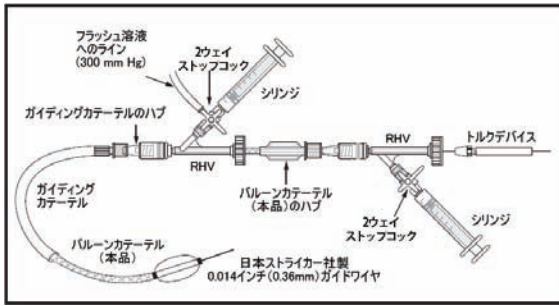

図1：持続的フラッシュ接続例
- 1) 製造販売元の添付文書に従い、適切なガイディングカテーテルを準備すること。標準的な手技に従い、適切な溶液により持続的フラッシュを確立・維持すること。(図 1 参照)